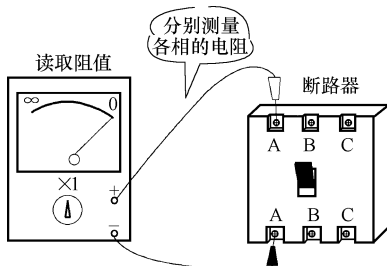

图 1-7 检测通断
1) 如图 1-7 所示，将断路器向下扳，使断路器断开，将万用表置于  $R \times 1k$  档，测 A—A 的阻值应为“ $\infty$ ”，同样 B—B、C—C 的阻值也为“ $\infty$ ”。